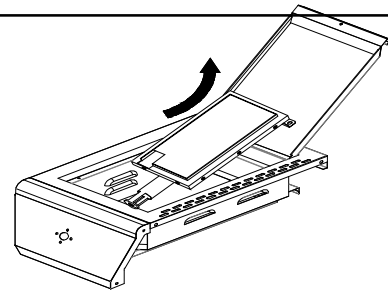

Fig.25
- (b) Quite los dos tornillos del frente de la válvula de control del mechero lateral. Inserte el soporte del control de la válvula del mechero lateral por medio del agujero que está en el panel de control del mechero lateral. Coloque el bisel de la perilla de control del mechero lateral (T) sobre el soporte del control de la válvula del mechero lateral. Asegure el bisel al panel de control y a la válvula con los 2 tornillos que se sacaron antes. Observe la Fig.25.